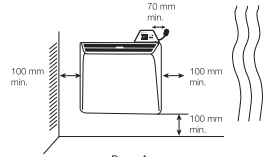

Рис. 4
**6. При настенной установке конвектора,** необходимо вертикально установить держатель Bullet Sensor с помощью самореза и дюделя на стене как указано на рис. 4.